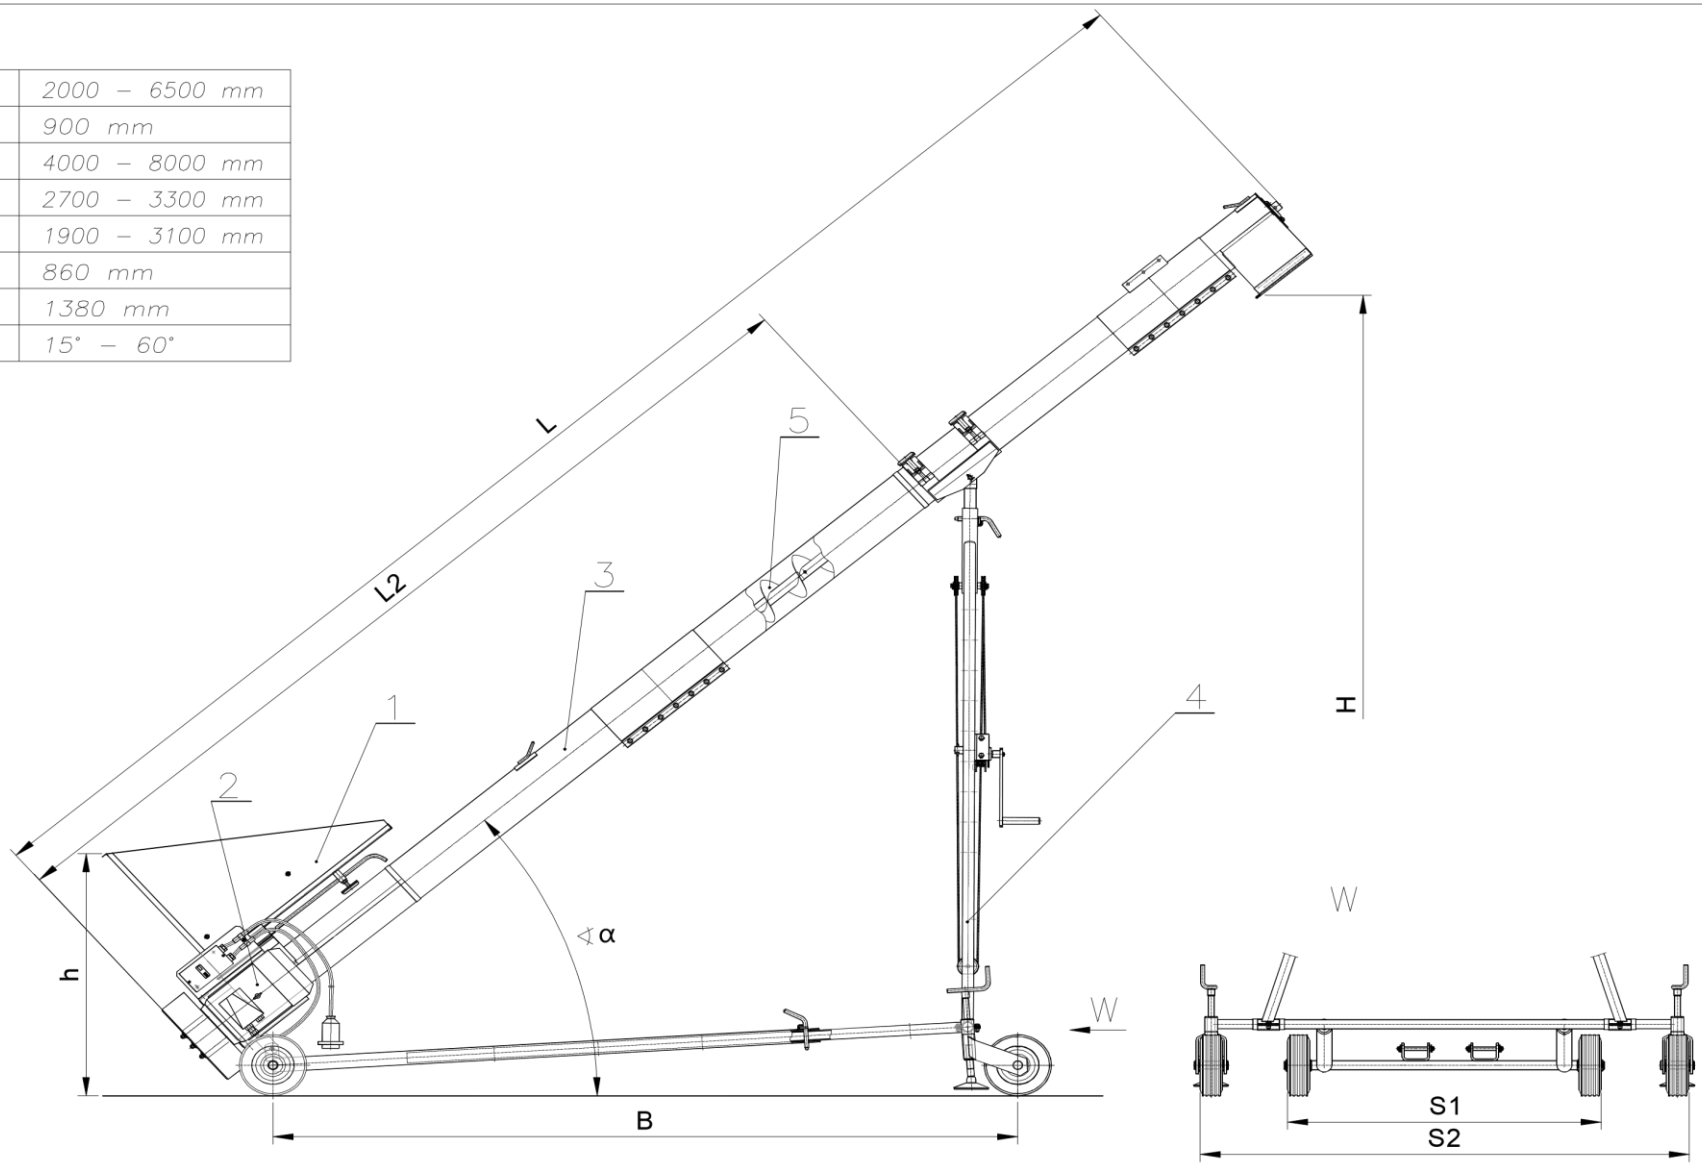

Figura. 1 Tornillo T 206/4
1. Monte el bastidor del transportador - Figura. 1 Para hacer esto el brazo vertical del chasis o bastidor debe ser colocado en un plano horizontal de manera que constituya una extensión de la trama horizontal. El transportador debe montarse utilizando dos pernos del chasis. Levante la tubería del transportador en el ángulo de trabajo deseado. Para este procedimiento se requiere un mínimo de 3 personas. Dos personas elevan el transportador por ejemplo un metro y la tercera persona aprieta las tuercas de bloqueo.